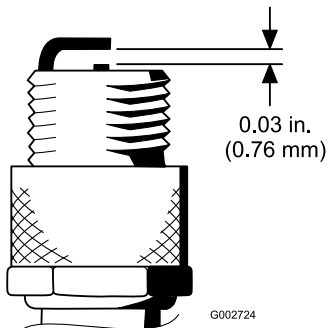

図 30
4. エアギャップを 0.76 mm に調整する 図 30を参照。正しく調整された点火プラグをガスケットシールと共にエンジンに取り付け、23N・m 2.3kg・m = 200in-lbにトルク締めする。トルクレンチがない場合は十分に締め付ける。